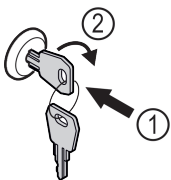

Fig. 129
- ▶ Zatlačte kľúč Fig. 129 (1).
- ▶ Otočte kľúč o 90° v smere hodinových ručičiek Fig. 129 (2).